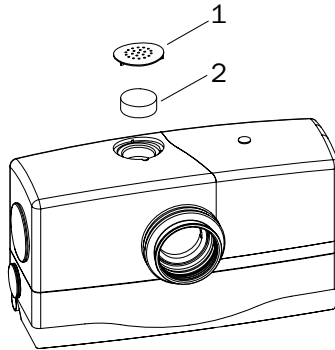

Abbildung 10
2. Abdeckung der Be-/Entlüftung und Filter im Behälterdeckel entfernen (siehe Seite 20, Abbildung 10).